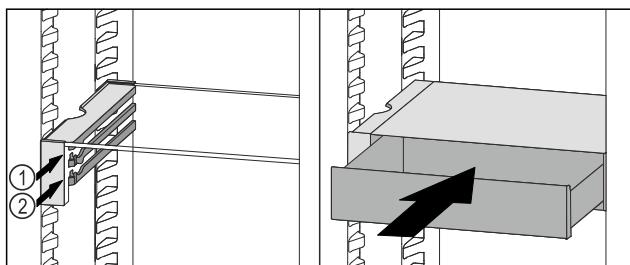

Fig. 91
- VarioSafe-Schubfach hinter den Stopfern auf gewünschter Rippe Fig. 91 (1) oder Fig. 91 (2) aufsetzen.